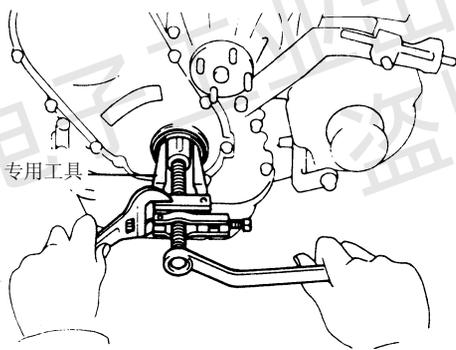
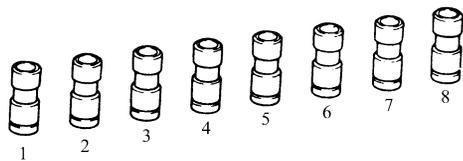

图 1.18 用专用工具拆下油封
图 1.19 保持气门挺杆的正确顺序
- ④ 拆卸带轮、齿轮和油封时, 应使用专用工具, 如图 1.18 所示。
- ⑤ 如遇机件锈蚀难以拆卸时, 可用汽油或洗油浸泡, 用榔头轻轻敲击四周或加热后进行分解。
- ⑥ 对铝合金部件, 拆卸时要十分小心, 防止损坏和擦伤零件。
- ⑦ 分解后的总成及所有零件应彻底清洗干净。橡胶、胶木、铝合金等零件, 不允许用碱性溶液清洗。橡胶件不能在汽油中清洗, 以防橡胶制品变形变质。
- ⑧ 各种 O 形橡胶密封圈、自锁螺母及开口销等不能重复使用, 必须更换新件。
- ⑨ 各种气管、油管、水管内部应彻底清洁, 保持畅通。
- ⑩ 将拆下的零部件按正确顺序排好, 以便装配时对号入座, 如图 1.19 所示。